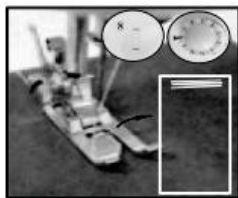

Рисунок 17
2. Включите переключатель и прошейте 5-6 стежков на низкой скорости, затем выключите переключатель (рис. 17).